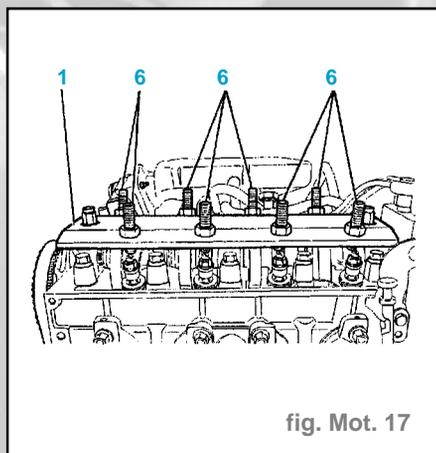

fig. Mot. 17
- Dévisser les vis (6) : (fig. Mot. 17)
- mettre en place la plaque d'appui de culbuteurs (1) en respectant son sens de montage par rapport à la distribution.
- serrer les vis (6) (s'assurer que toutes les cames sont libérées).